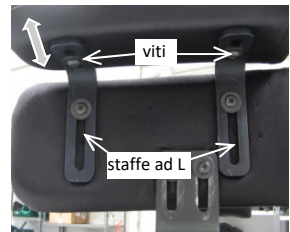

fig. 17.2: Regolazione in larghezza/profondità
• Regolazione in larghezza (fig. 17.2)
• Regolazione profondità (fig. 17.2)